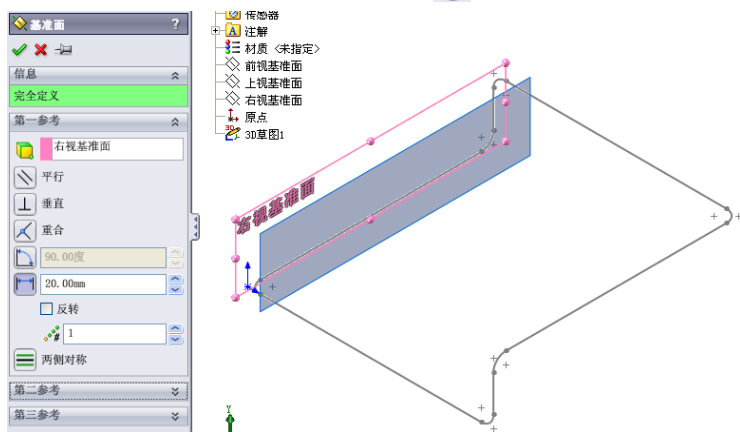

图3-51 “基准面”属性管理器
(5) 基准面设置。单击“参考几何体”工具栏中的（基准面）按钮，或执行“插入”→“参考几何体”→“基准面”菜单命令，弹出“基准面”属性管理器，第一参考选择“右视基准面”，并输入距离值为20，如图3-51所示。
(6) 绘制草图。在设计树中选择上步创建的“基准面1”，单击“草图”工具栏中的（草图绘制）按钮，新建一张草图。
(7) 绘制圆和直线段。单击“草图”工具栏中的（圆）按钮，绘制一个圆和两条线段。